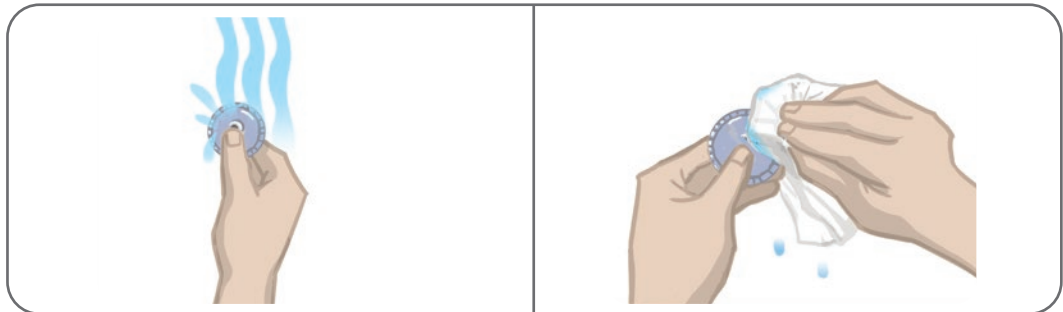

Figure 6-5 : Humidification de l'électrode et élimination de l'excès d'eau
3. Mouillez les nouvelles électrodes rondes en tissu à l'eau courante jusqu'à ce qu'elles soient saturées. Reportez-vous à la figure 6-5.
4. Avec un gant de toilette, essuyez délicatement ou absorbez l'excès d'eau à l'arrière (côté pression) des électrodes. Reportez-vous à la figure 6-5.